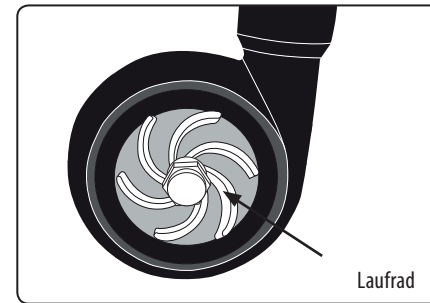

Abb.4
- Überprüfung, ob der Bereich um das Laufrad der Pumpe (Abb. 4) sauber ist.
- Überprüfung des Laufrads (Abb. 4) auf freie Drehbarkeit und Verschleiß.
- Halten Sie die Pumpe sauber. Nach dem Gebrauch der Pumpe muss diese gründlich mit sauberem Wasser gespült und von anhaftendem Material befreit werden, damit das Laufrad (Abb. 4) und die Durchflussöffnungen nicht durch angetrocknete Verunreinigungen blockiert werden (siehe Abschnitt „Stilllegen der Pumpe“ oben).
Rotor klebt in den Dichtflächen	Drehen Sie das Laufрад durch (Abb. 4)